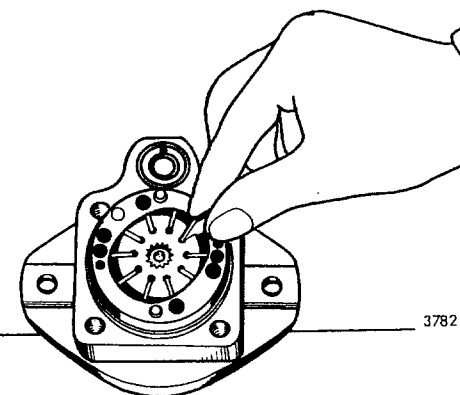

Fig 14-45. Montering av vinge
6. Trä på rotorn med den fasade sidan mot huset. Sätt ner vingarna med den rundade sidan utåt, se fig 14-45.